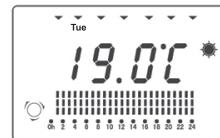

fig. 7
- Apăsați butonul Mod, până când pe ecran apare modul „Setare setări personale pentru fiecare zi a săptămânii” (vezi fig. 7)